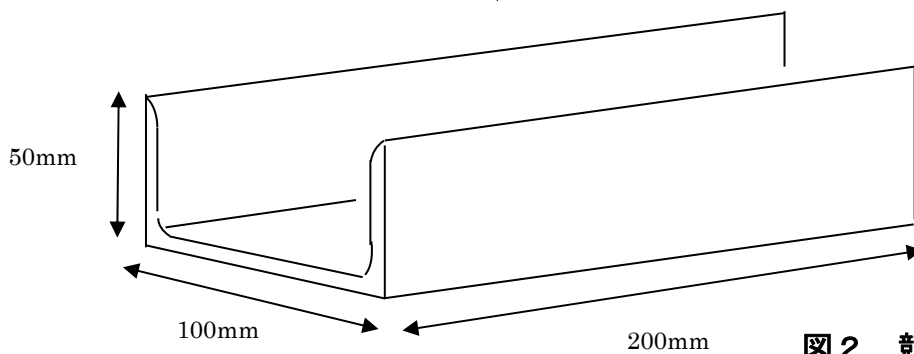

図 2 競技材台の形状
- (6) 溶接による変形は、逆ひずみ法によって防ぐものとする。
- (7) エンドタブは使用禁止とする。又、捨て金を使用して連続溶接を行ってはならない。
- (8) 競技材台は、主催者が準備したものをを使用すること(P3の図2を参照)。
- (9) 練習材は、作業台に準備されている競技材台を使用し、練習を行ってもよい。
- (10) 溶接は、タック溶接(仮付)部を除いて片面溶接とし、裏面から溶接をしてはならない。
- (11) 溶接方向は、左進、右進又はそれらの混用のいずれでもよい。ただし、1パス中の混用は認めない。
- (12) 溶接層数及びパス数は自由とする。
- (13) 溶接中及び溶接後において、変形の矯正は禁止する。
- (14) たがねは、スラグやスパッタを取るために使用するのはいいが、溶接金属をはつきり取る目的で使用してはならない。